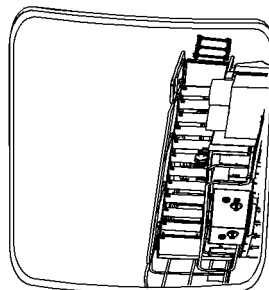

Ilustración 57
Ajuste el espejo frontal (3) de modo que se pueda ver el conjunto de escalera en la parte frontal de la máquina desde el asiento del operador. Consulte la Ilustración 57.